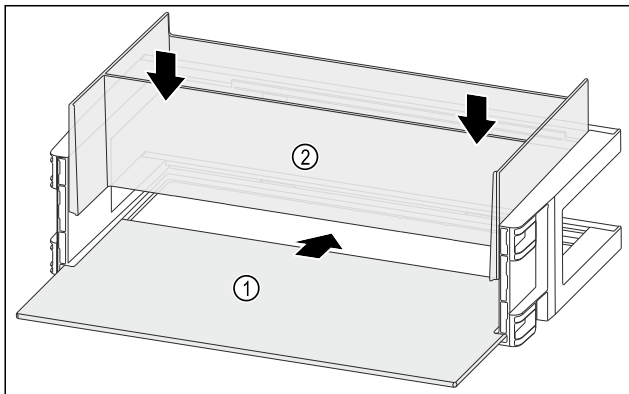

Fig. 117
- Insérer la tablette de rangement Fig. 117 (1) dans les évidements latéraux.
- Installer l'Organizer Fig. 117 (2).